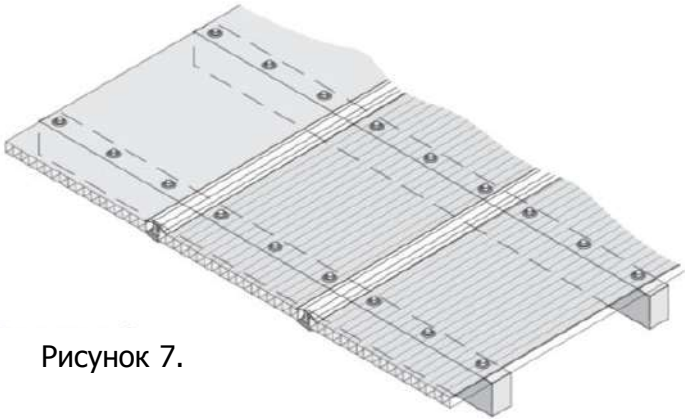

Рисунок 7.
2. Метод «Мокрый»: оба канала соединительного профиля заполняются наполовину силиконом, после этого производится установка листов внутрь профиля. Такой метод может лучше защитить от атмосферных воздействий, чем «Сухой», но очень трудно устанавливать правильно и соблюдать чистоту (Рисунок 7).